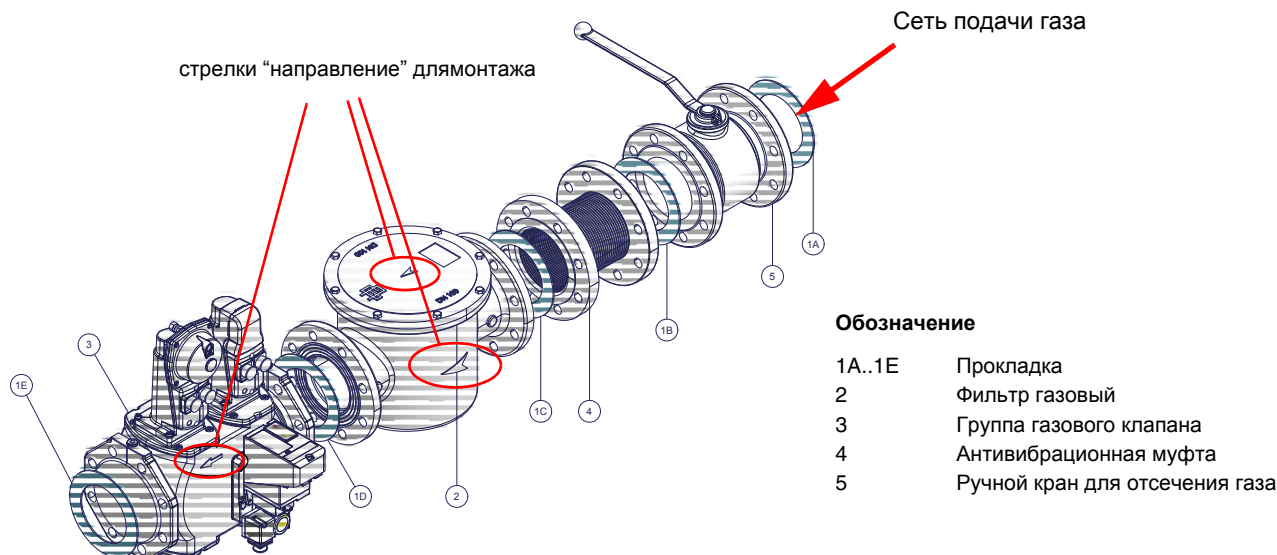

Рис. 5 - Пример газовой рампы
- 1) при фланцевых соединениях: между соседними компонентами устанавливать прокладку (1A..1E - Рис. 5), совместимую с используемым газом,
ВНИМАНИЕ: после монтажа газовой рампы согласно схеме на Рис. 5, необходимо провести тестирование на герметичность газового контура, согласно требований действующих нормативов.
ВНИМАНИЕ: после монтажа газовой рамы согласно схеме на Рис. 5, необходимо провести тестирование на герметичность газового контура, согласно требований действующих нормативов.